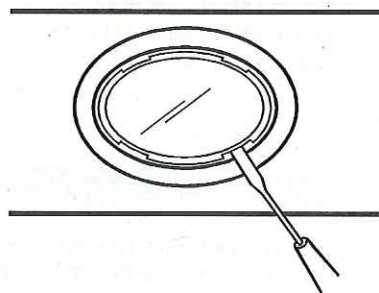

fig.6
2. Ouvrez le cache en faisant levier grâce aux fissures prévues à cet effet (fig. 6).